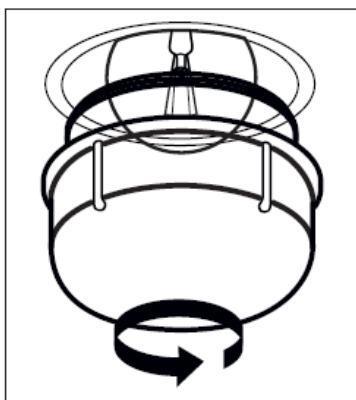

Figura 29
2. Îndepărtați protecția de sticlă prin rotirea acesteia în sens contrar acelor de ceasornic (consultați figura 29). Utilizați mănuși dacă întâmpinați dificultăți la rotirea acesteia.